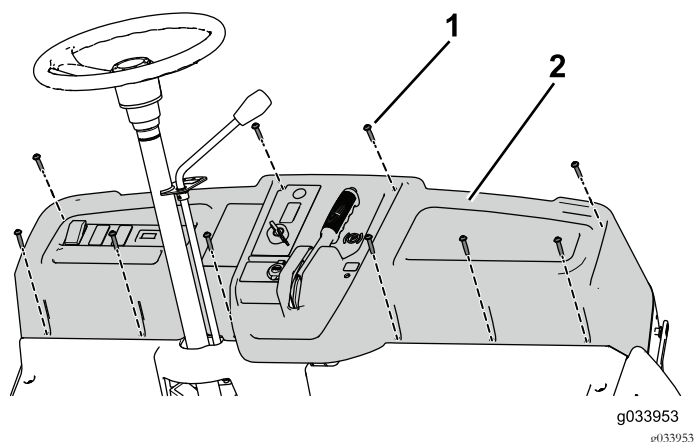

Figura 32
9. Utilize os 10 parafusos (¼ x 1¼ pol.) para prender o painel de instrumentos à máquina (Figura 32).